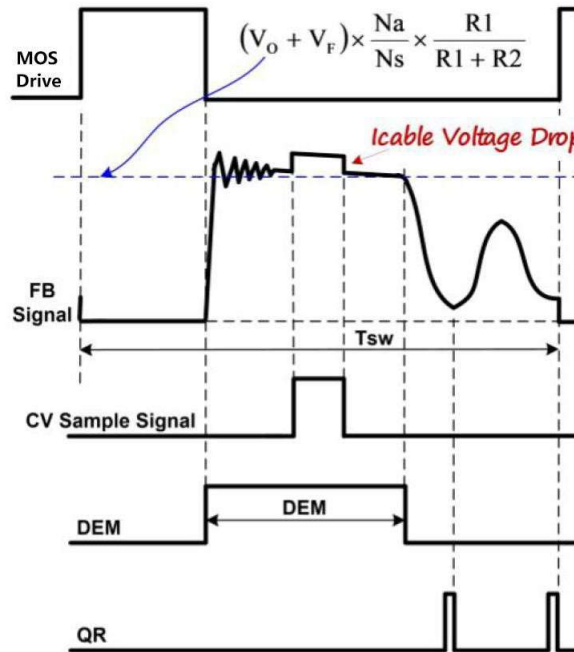

图2
原边反馈调制，是在变压器能量转移到次级绕组时，通过检测辅助绕组上的电压来控制输出电压。图 2 为 RM3365DL 的恒压 (CV) 采样信号过程中去磁 (DEM) 和准谐振 (QR) 触发信号的工作波形。为了实现辅助绕组上副边输出电压的精确表示，CV 采样信号阻断了漏电感复位。在恒压 (CV) 采样过程结束时，IC 内部的采样/保持 (S&H) 电路捕获误差信号，并通过内部误差放大器 (EA) 进行放大。误差放大器 (EA) 输出信号送到准谐振原边恒压调制单元 (QR-CVM) 进行恒压 CV 调制。QR-CVM 单元根据负载情况在电压谷底时开启新的 PWM 周期。EA 的内部参考电压以高精度调整至 2V。在 CV 采样过程中，内部可变电流源流向 FB 引脚可用于输出线缆压降补偿 (CDC)。因此，变压器退磁过程中的 FB 引脚处有一个阶梯，如图 2 所示。图 2 同时表达了“去磁”方程：方程式中的 V_O 和 V_F 是输出电压和二极管正向电压； R_1 和 R_2 是从辅助绕组连接到 FB 脚的电阻分压器， N_s 和 N_a 分别是次级绕组和辅助绕组。